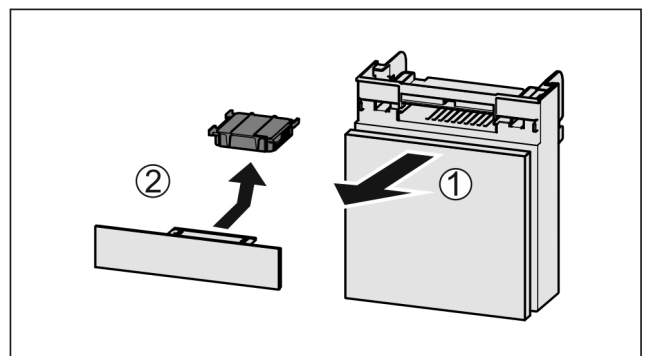

Fig. 116
- ▶ Fach nach vorne herausziehen Fig. 116 (1).
- ▶ Aktivkohlefilter entnehmen Fig. 116 (2).